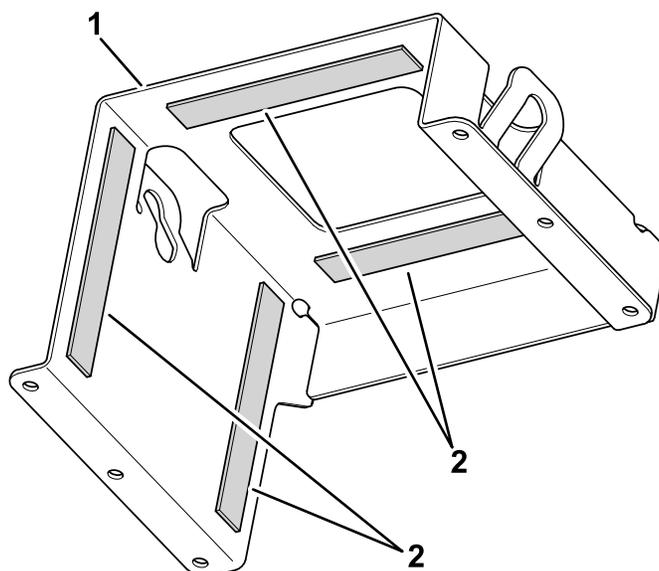

Figura 11
1. Installate 5 strisce in spugna (19 cm) sulla staffa della cinghia superiore (Figura 11).